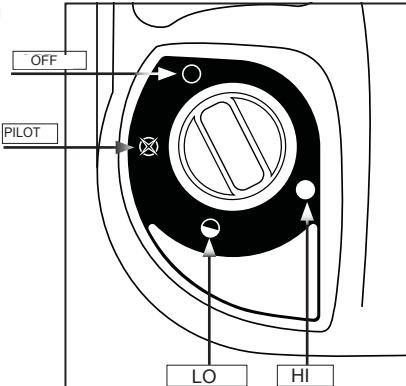

Рисунок 1: Ручка настройки
- Убедитесь, что имеющаяся четыре положения ручка настройки находится в положении OFF (ВЫКЛ); см. рисунок 1.
- После того, как панель горелки приобретет ярко-оранжевый цвет, регулируйте теплоотдачу поворотом ручки настройки в желаемое положение (LO (НИЗКАЯ МОЩНОСТЬ) или HI (ВЫСОКАЯ МОЩНОСТЬ)) Рисунок 1.